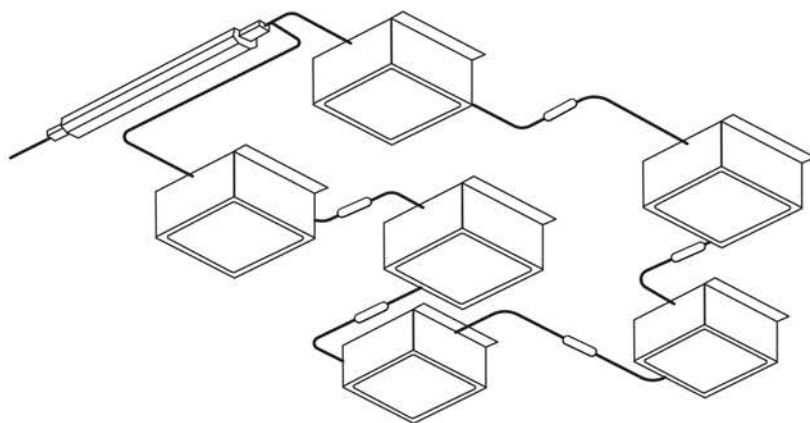

Рис.1.
3.3.2. Этот провод необходимо подключить к проводу источника питания с помощью внешнего клеммника (в комплект не входит) в соответствии со схемой, изображенной на рис. 1; модель SPO-646 не имеет вывода провода.